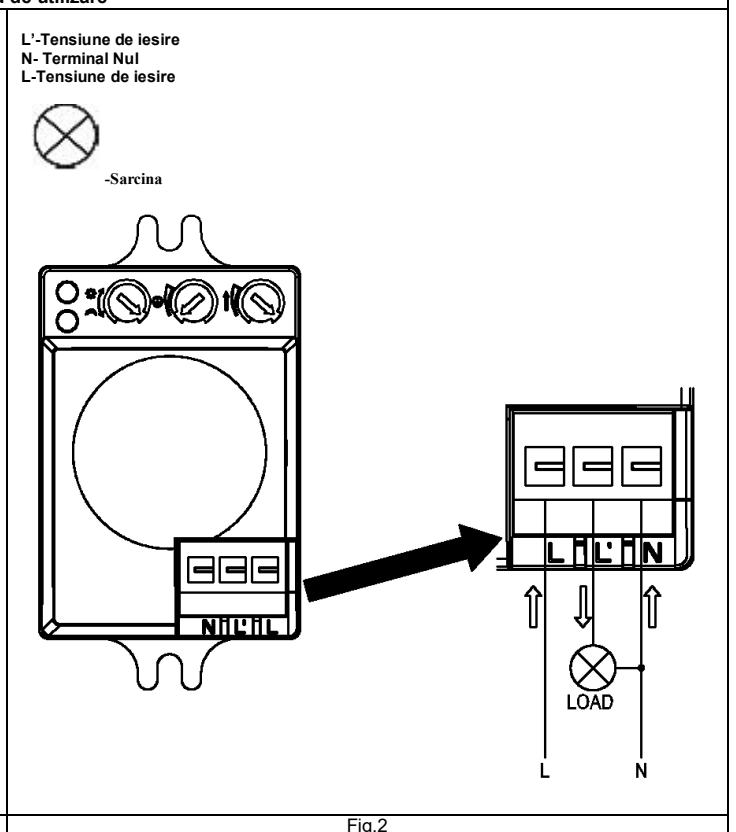

Fig.2
- Conectaţi toate firele la blocul de borne al senzorului conform schemei de cablare (Fig. 2).